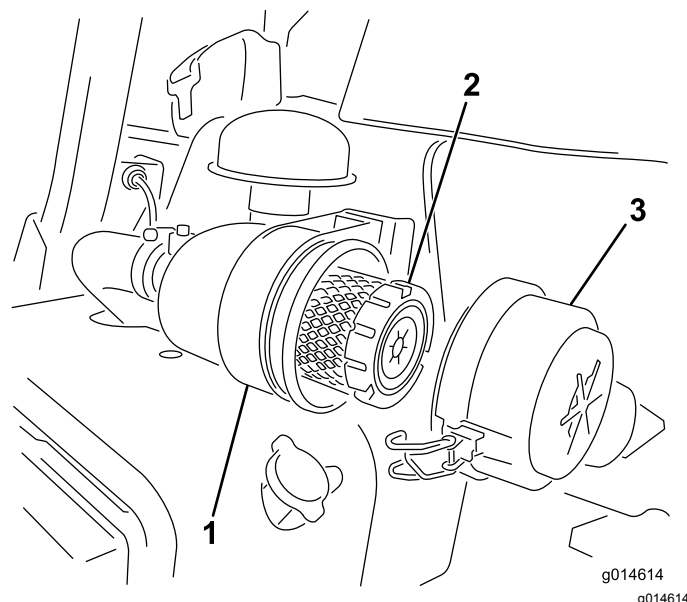

Figura 23
1. Rilasciate i fermi che fissano il coperchio del filtro dell'aria al relativo corpo (Figura 23).
7. Fissate i fermi (Figura 23).